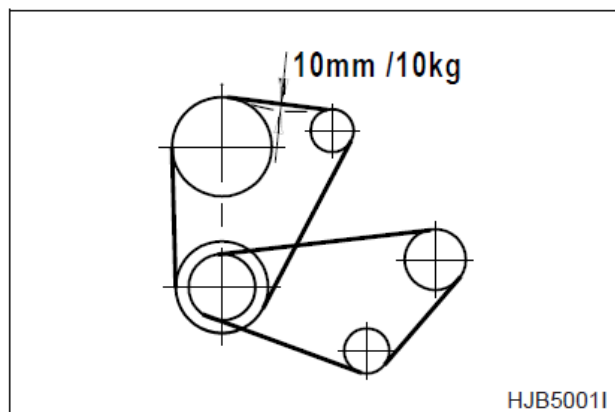

Рис. 47
2. При выключенном двигателе проверить натяжение ремня вентилятора, нажав на ремень сверху посередине между шкивом вентилятора и шкивом генератора. Ремень должен провисать примерно на 10 мм. См. рис. 47. Для регулировки ремня ослабить регулировочные анкерные болты генератора, отрегулировать натяжение ремня и вновь затянуть болты.